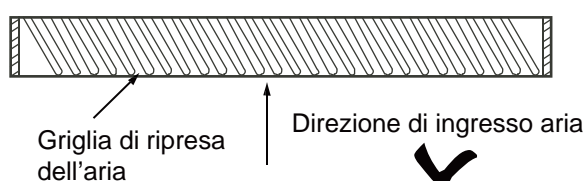

Fig. 2.5
2. Non deve esservi angolazione tra la griglia di ripresa dell'aria e la direzione di ingresso dell'aria, altrimenti il livello sonoro aumenterà. Per esempio, la procedura per la creazione della griglia di ripresa dell'aria mostrata in Fig. 2.5 è errata.